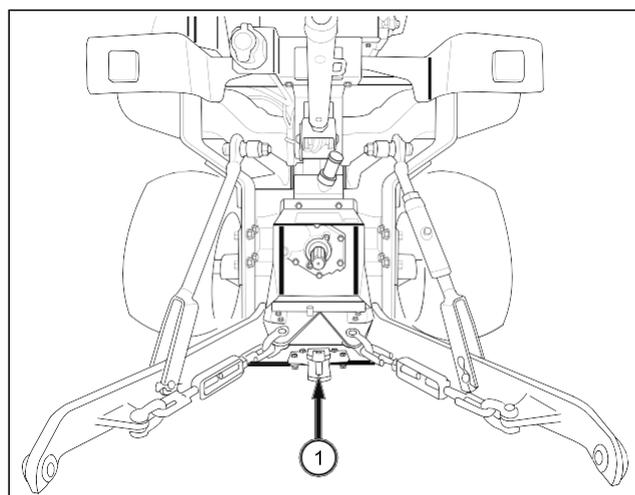

FIG. 4-38
FIG. 4-38: El enganche trasero (1) situado en la parte posterior del tractor permite enganchar los equipamientos remolcados al tractor. El tractor no dispone de un circuito de frenado para el remolque. Respete estrictamente las instrucciones mencionadas en el manual de utilización de la máquina o del remolque montado o enganchado y manipule la combinación tractor-máquina o tractor-remolque únicamente después de haber leído todas las instrucciones.